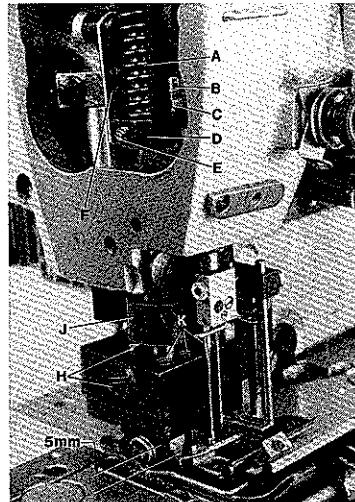
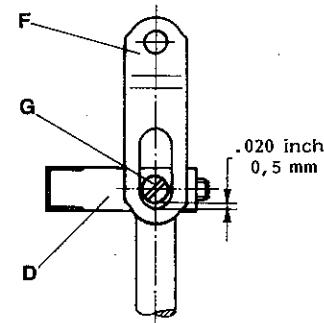

Fig.46
Fig.46A
For easy adjustment remove presser spring regulator on top of machine arm and presser spring (A, Fig.46). Adjust long stop screw (B) in presser bar guide (D) against bed casting to ensure a clearance of 0,5 mm (.020 in.) (see Fig.46A) between slot end of link (F, Figs.46 and 46A) and shank screw (G, Fig.46A) in presser bar guide (D, Figs.46 and 46A). Tighten lock nut (C, Fig.46) on stop screw.
Mount the presser foot, align it with the needles and tighten screws (H, Fig.46). Rotate pulley until the feed dogs are in down position below the throat plate. Loosen screw (E, Fig.46) in presser bar guide (D) and press the presser foot down against throat plate until there is a distance of 5 mm (13/64 in.) between the front cover of presser foot and the upmost point of presser foot yielding section (see Fig.46). Retighten screw (E) being sure stop screw (B) in presser bar guide rests on the bed casting.
Set the collar (J, Fig.46) for the presser foot height as required, the presser foot bottom should not contact the spreader when the presser foot is lifted.
The pressure exerted by the presser spring (A, Fig.46) on the presser bar guide (D) should be higher than the pressure exerted by the three springs for presser foot bottom and the two yielding sections. The presser bar should not move vertically when sewing. Screw-in presser spring regulator on top of machine arm as required.
The spring pressure exerted on the presser foot bottom and the left and right yielding section can be adjusted individually by turning screws (K, Fig.46). Turning clockwise reduces the pressure, turning counterclockwise increases the pressure.
Entfernen Sie zur besseren Einstellung die Drückerfuß-Stellschraube oben am Maschinenarm und die Drückerfeder (A, Fig.46).
Stellen Sie die lange Anschlagschraube (B) in der Drückerfußstangenführung (D) so gegen den Gehäuseguß, daß zwischen dem Schlitzende des Gelenks (F, Fig.46 und 46A) und der Zapfenschraube (G, Fig.46A) in der Drückerfußstangenführung (D, Fig.46 und 46A) ein Abstand von 0,5 mm ist (siehe Fig.46A). Ziehen Sie die Feststellmutter (C, Fig.46) auf der Anschlagschraube an.
Setzen Sie den Drückerfuß ein, richten Sie ihn zu den Nadeln aus und ziehen Sie die Schrauben (H, Fig.46) an. Drehen Sie am Handrad bis die Transporture unter der Stichplatte stehen. Lösen Sie die Schraube (E, Fig.46) in der Drückerfußstangenführung (D) und drücken Sie den Drückerfuß so gegen die Stichplatte, daß zwischen dem vorderen Deckel des Drückerfußes und dem höchsten Punkt des Drückerfußseitenteils ein Abstand von 5 mm ist (siehe Fig.46). Ziehen Sie die Schraube (B) wieder an, beachten Sie dabei, daß die Anschlagschraube (B) in der Drückerfußstangenführung am Gehäuseguß anliegt. Montieren Sie Drückerfeder (A) und Drückerfuß-Regulierschraube wieder.
Stellen Sie den Stellring (J, Fig.46) für die Drückerfußhöhe so, daß die Drückerfußsohle den Leger nicht berührt, wenn der Drückerfuß angehoben ist.
Der Druck der von der Drückerfeder (A, Fig.46) auf die Drückerfußstangenführung (D) ausgeübt wird, muß stärker sein als der Druck der drei Federn der Drückerfußsohle und der beiden Seitenteile, so daß beim Nähen die Drückerfußstange sich vertikal nicht bewegt. Drehen Sie die Drückerfuß-Regulierschraube oben am Gehäusearm entsprechend weit ein.
Der Federdruck auf die Drückerfußsohle und das linke und rechte Drückerfuß-Seitenteil kann durch Drehen der Schrauben (K, Fig.46) individuell eingestellt werden. Drehen im Uhrzeigersinn vermindert den Druck, drehen im Gegenuhrzeigersinn verstärkt den Druck.